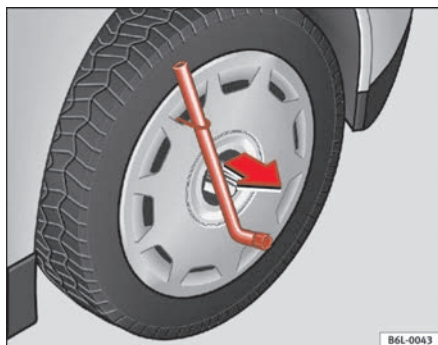

Abb. 134 Die Radvollblende vom Rad abnehmen
- Die Radvollblende mit dem Drahthebel abnehmen ⇒ Abb. 134.